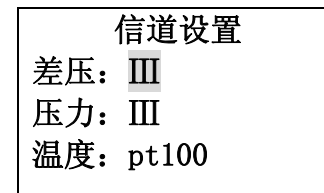

图 10
②本表中热焓的单位是 KJ/Kg(千焦/公斤)
d. 信道设置（见图 10）